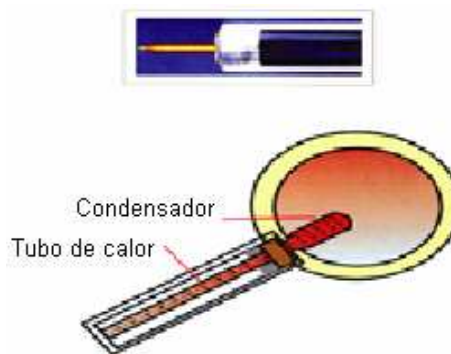

Figura 2 Colocación de tubos de vacío en termotanque
j) Colocar los tubos de vacío (2) insertando el extremo superior en el termotanque. Una vez que la longitud del tubo de vacío libre la base de tubos de vacío (6) jale de nuevo el tubo y asíntelo sobre el porta tubos (10) en la base de tubos de vacío (6), esta operación se deberá repetir para cada tubo de vacío (2). (Figura 2)